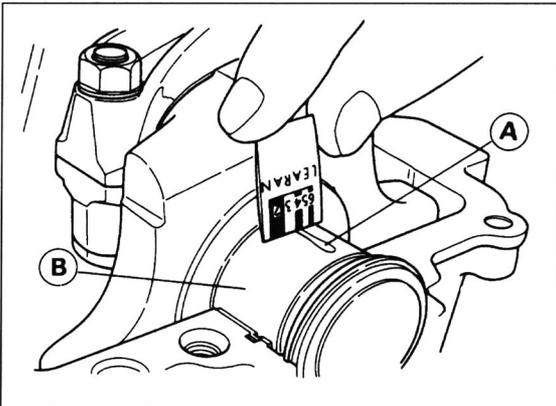

Bild 246
- Mit Plastigage-Skala Breite des Mess-Streifens bestimmen und so Lagerspiel feststellen (Bild 246). Sollmass 0,020 – 0,044 mm; Verschleissgrenze 0,08 mm.